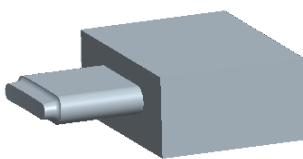
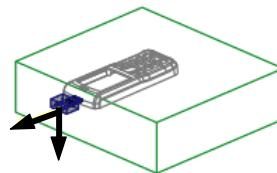

图 31.28 合并后
图 31.29 合并方向
Step10. 将延伸1与拉伸1合并为合并4，合并结果如图31.28所示。按住Ctrl键，选取延伸1与拉伸1；单击“分型面”操控板中“编辑”区域的“合并”按钮，此时系统弹出“合并”操控板；在操控板中单击“选项”按钮，在“选项”界面中选中“相交”单选项；合并方向如图31.29所示，确认无误后，在“合并”操控板中单击“”按钮。